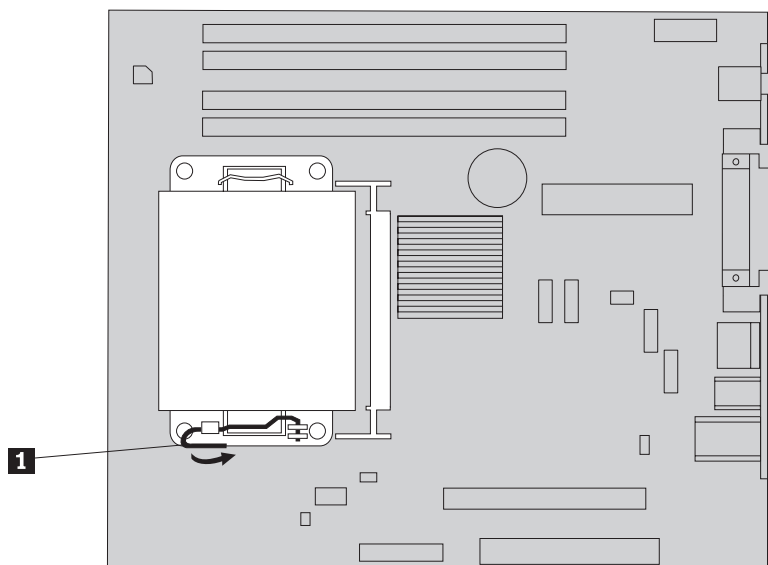

Figura 22. Extracción del dissipador de calor
3. Para extraer el disipador de calor de la placa del sistema gire la palanca **1** que sujeta el disipador de calor hasta que quede completamente vertical. Extraiga el disipador de calor de la placa del sistema levantándolo cuidadosamente. Consulte la Figura 22 en la página 28.